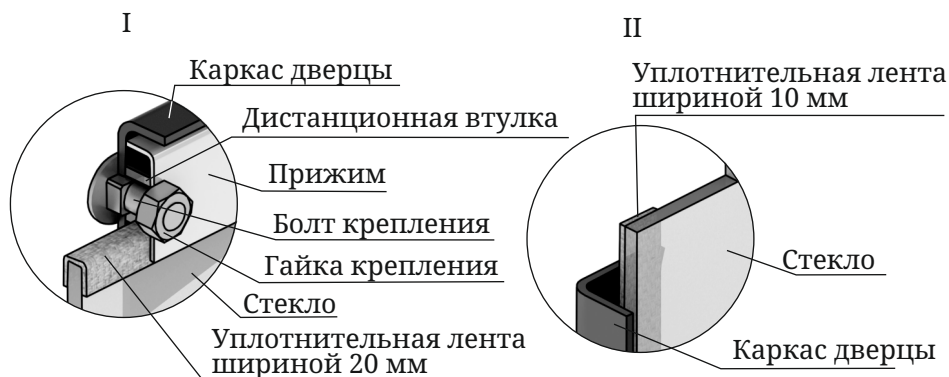

Рисунок 8. Крепление светопрозрачного экрана дверцы
4. Вставить стекло в упор, при этом лента наклеенная с боковых сторон (вертикальная) должна быть зажата между стеклом и каркасом дверцы (рисунок 8.И).
*Внимание! Гайки крепящие прижим накручиваются на болты крепления через дистанционные втулки (рисунок 8.И).*